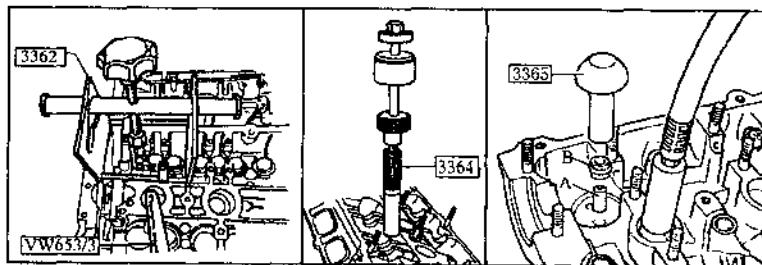

图 1-14 气门与导管(二)
(4) 不拆气缸盖取气门油封:如图 1-14 所示,拆下凸轮轴、挺杆、火花塞,转动曲轴使活塞在下止点位置,把软管 VW653/3 拧入火花塞孔,安装气门弹簧拆卸器 3362 于缸盖上,用 3362 在下面位置拆外进气门,在上面位置拆中进气门,在较下面的位置拆排气门。通过软管 VW653/3 加压(6 bar)于气缸中,拆卸气门弹簧,用 3364 拉出气门油封。
(5) 安装气门油封:见图 1-14 所示,在气门杆上套上塑料套,以保护新油封,将新油封放在安装工具 3365 中,在油封上涂机油后,将油封压入。